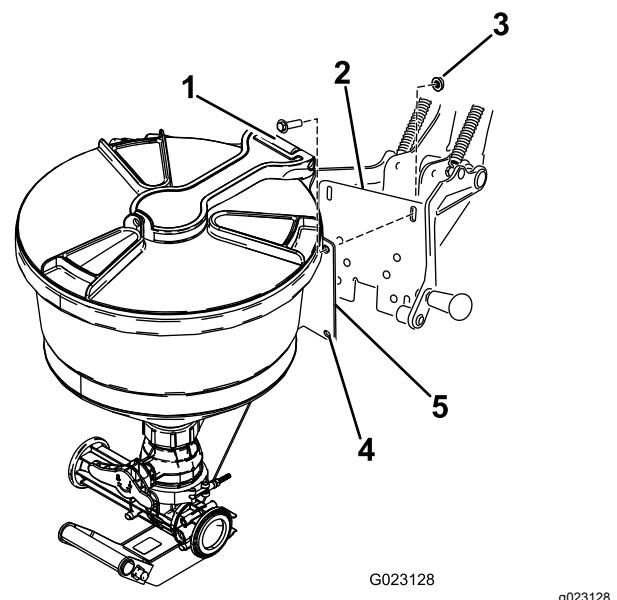

Figura 22
1. Alinhe os orifícios na placa de montagem do misturador com as ranhuras na estrutura de suporte da cavidade (Figura 22).